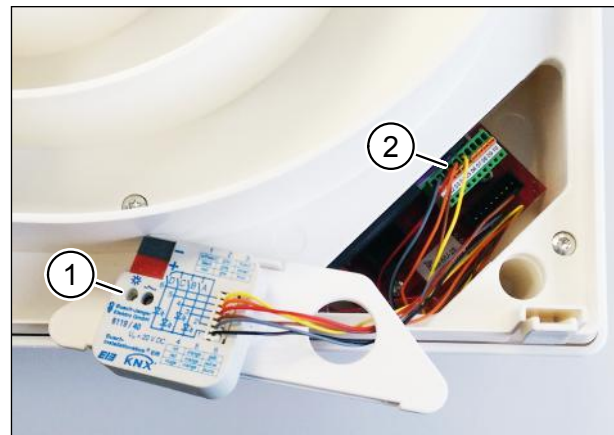

Abb. 9: EIB-Universalschnittstelle an Platine anschließen
- ▶ Schließen Sie die EIB-Universalschnittstelle 6119/40 (Pos. 1 in Abb. 9) an die Platine des Lüftungsgerätes (Pos. 2 in Abb. 9) an.